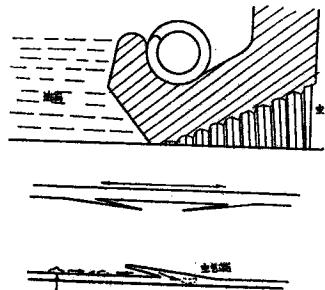

图3 双向螺纹油封唇部与轴接触图形及工作原理示意
②安格斯公司的双向螺纹油封 (Angus Spiroseals DP)。该公司曾发展了单向工作唇口空气侧带螺纹突起的油封。为了解决双向工作问题，该公司把螺纹改成一个个单独的圆，与油封轴的垂直面成一微小的角度，当用刀切出尖唇时，与唇口圆周相交的每一个圆，就形成两个相反方向与唇口相交的凸棱，与轴接触的图形与工作原理如图3所示，起到两个方向旋转都有流体动力效应的作用。安格斯公司已把这种结构油封作为标准公制系列油封成批生产，以代替原来一般结构油封，看来是把原有油封模具略加改造实现的。